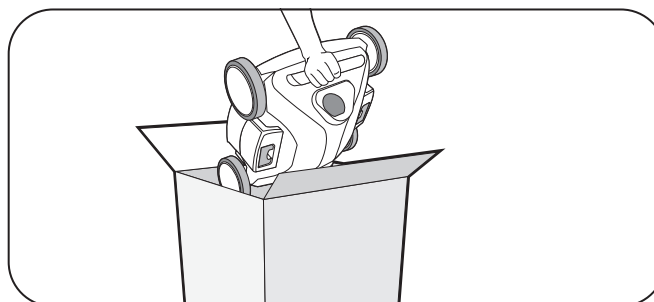

Figure 18. Rangement de longue durée
6. Pendant les périodes prolongées, comme les mois d'hiver, ranger le robot nettoyeur dans une boîte afin de protéger les moteurs, plastiques et joints (s'assurer que le robot nettoyeur est sec avant de le ranger) (Figure 18).